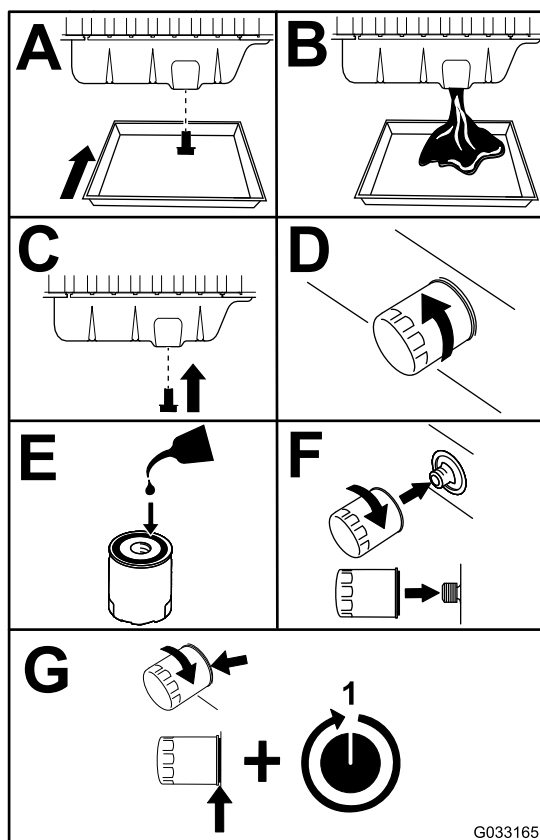

Figura 49
3. Cambie el aceite del motor y el filtro (Figura 49).